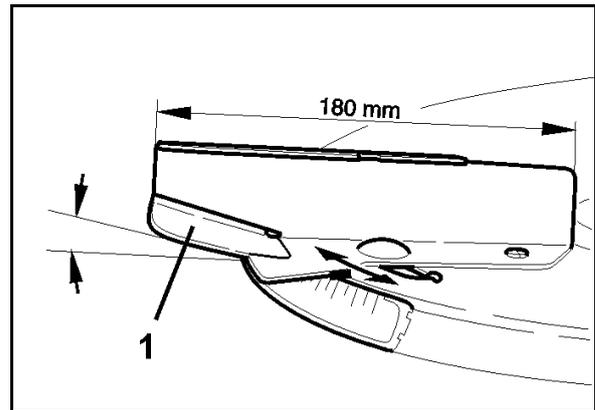

Fig. 60
Les aubes d'épandage les plus courtes sont munies d'ailerons mobiles (Fig. 60/1) qui permettent de réaliser l'épandage tardif dans les céréales jusqu'à une hauteur de 1 m, **sans** aucun accessoire supplémentaire.
3. Faites pivoter les ailerons mobiles (Fig. 60/1) des aubes d'épandage dans la position souhaitée pour l'épandage normal ou tardif.